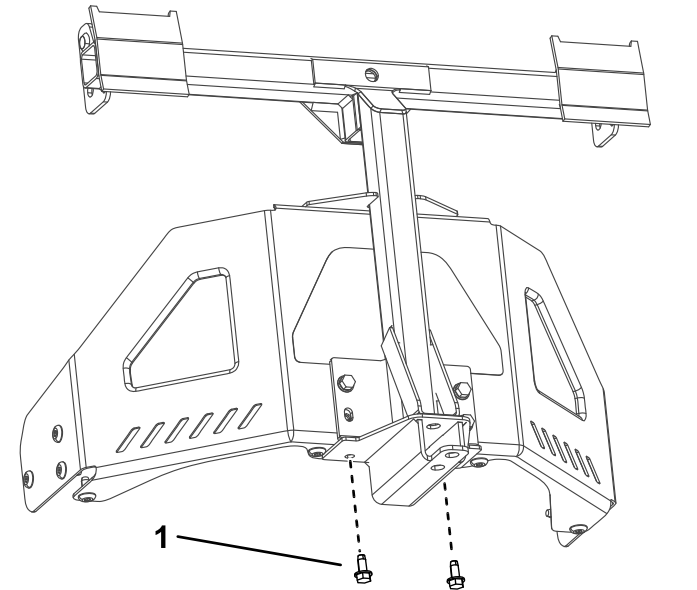

図 7
3. ピボットフレームを、機体フレームの底部に固定するタッピングねじ5/16 x 3/4" 2本を使用して図 7 のように取り付ける。